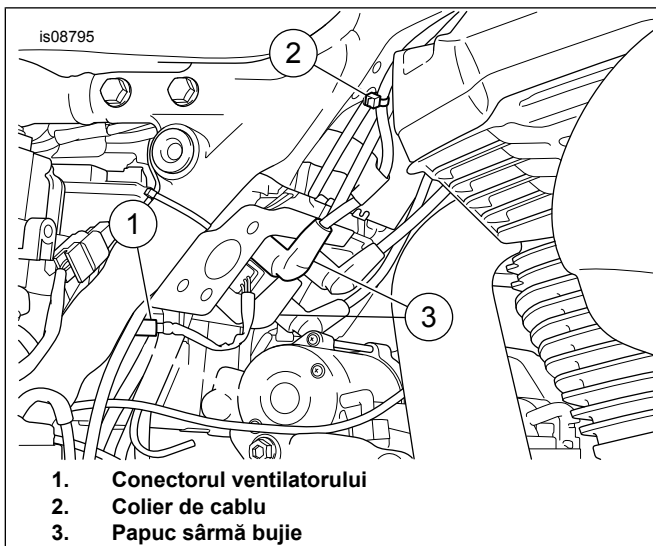

Figura 1. Conectorul ventilatorului
7. Consultați Figura 1. Găsiți conectorul ventilatorului (1) și deconectați-l.
- Când sunt re poziționați, papucii de sârmă ai bujiei din dreapta (3) de pe pachetul bobinei trebuie să fie orientați spre partea stângă a vehiculului.
- Consultați Tabelul 1. Există orificii în cadru pentru a sprijini utilizarea curelelor de cablu tip pom de Crăciun (12) pentru a ajuta la rutarea în mod corespunzător a unui cablaj de sârmă sau pentru fixarea firelor de bujie.
- Când dirijați firele bujiei (2) asigurați-vă că există suficient spațiu liber între cadru și ansamblul motorului.
Consultați Figura 1. Repoziționați papucii firului de bujie din partea dreaptă.